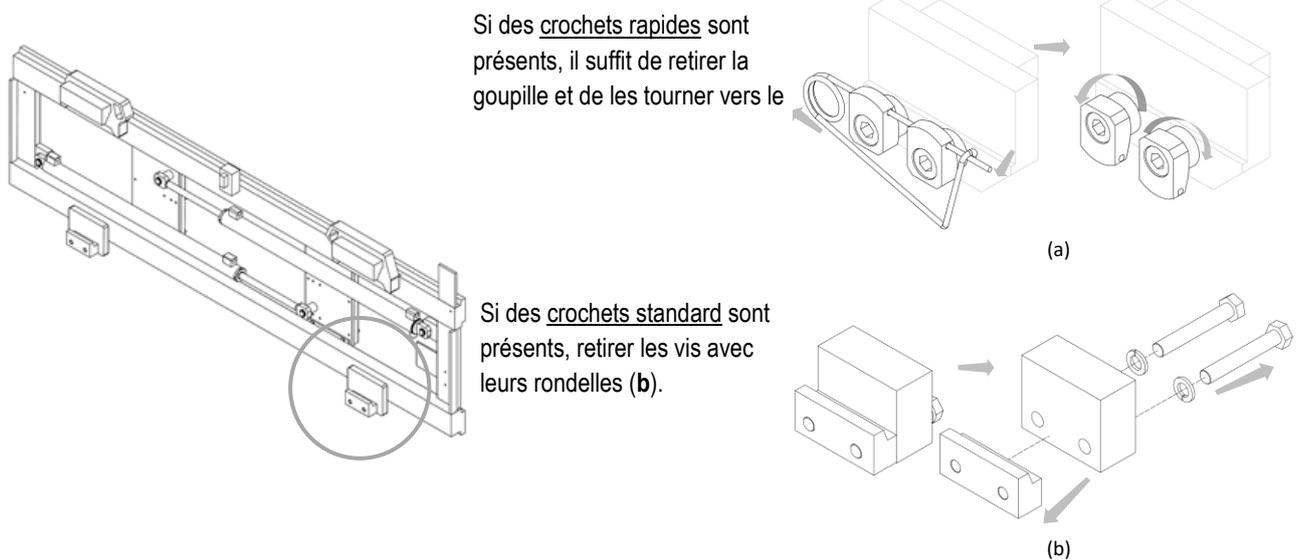

Figure 3
4. Retirer les crochets inférieurs de l'équipement (voir *Figure 3*).